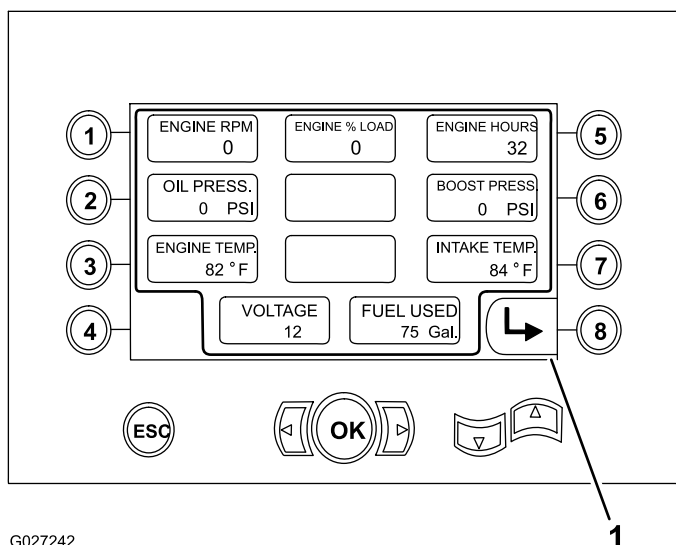

Рисунок 37
- Частота вращения двигателя в об/мин (Рисунок 37)
- Процент нагрузки двигателя (Рисунок 37)
- Наробotka двигателя в часах (Рисунок 37)
- Сигнальные лампы давления масла и наддува (Рисунок 37)
- Температура охлаждающей жидкости двигателя и температура на входе (Рисунок 37)
- Напряжение (Рисунок 37)
- Количество израсходованного топлива (Рисунок 37)